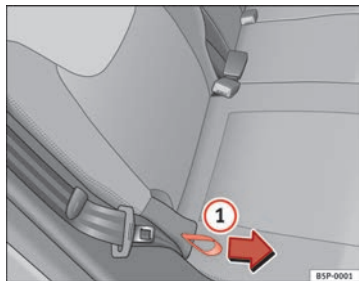

Fig. 99 Ajuste de la inclinación del respaldo, asiento posterior
- Sujete el respaldo del asiento por la parte superior. Tire del lazo situado en el lateral del asiento ⇒ fig. 99 ① en la dirección de la flecha y manténgalo en esta posición. Empuje el respaldo del asiento hacia atrás hasta la posición que desee y suelte el lazo.